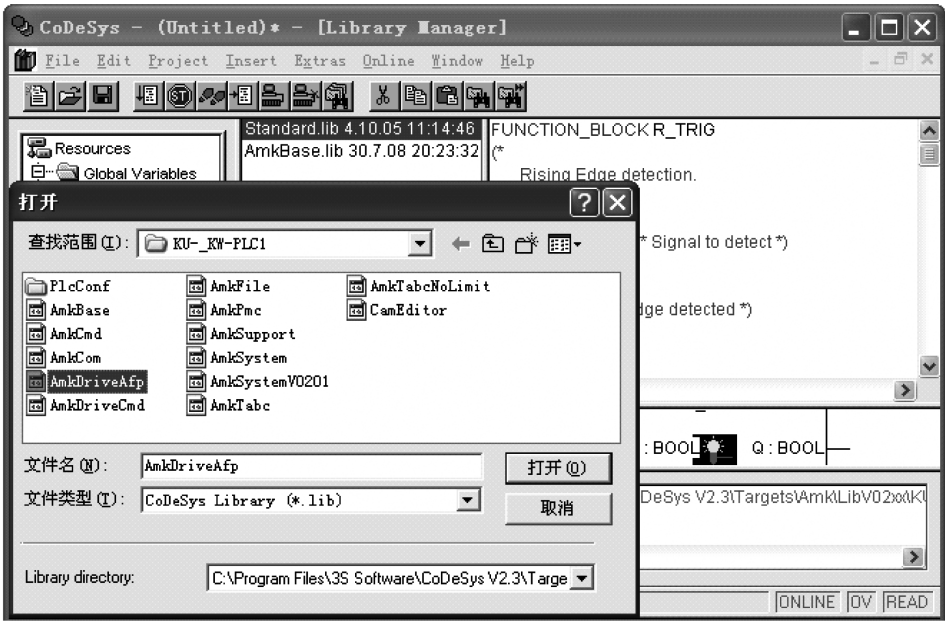

图 5-5 添加“AmkDriveAfp”库文件
6) 添加“AmkDriveAfp”库文件，为下一步调用 SPEED 功能块做准备，如图 5-5 所示。